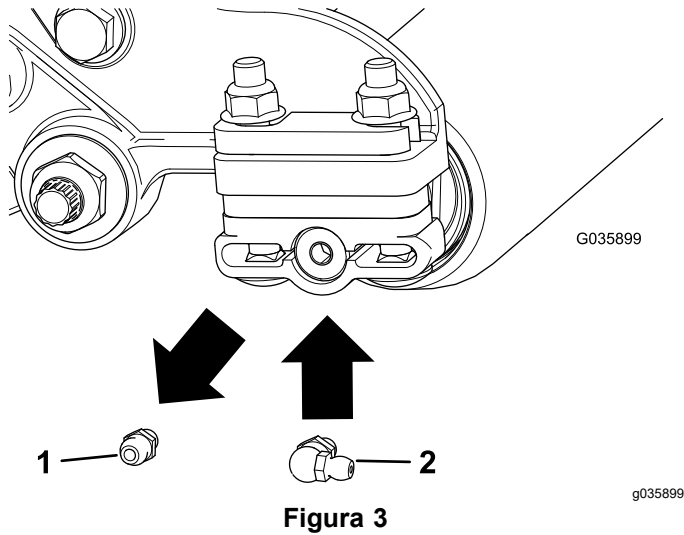

Figura 3
1. Retire el engrasador recto e instale el engrasador de 90° en el mismo punto (Figura 3).